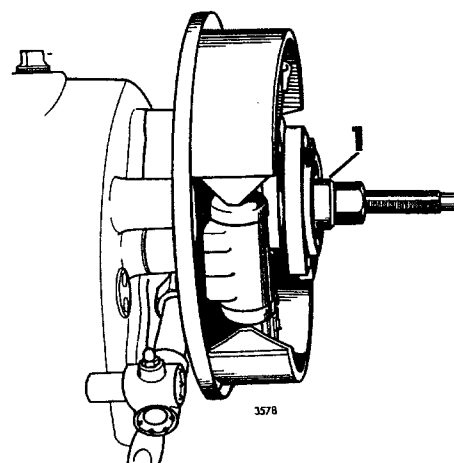

Fig 08-14. Montering av medbringare
11. Pressa fast medbringarna, se fig 08-14. Sätt på brickor og muttrar. Dra muttrarna 140 Nm (100 lb. ft.). Lås muttrarna.
9. Montera medbringaren, se fig 08-14. Sätt på brickan och muttern. Dra muttern 140 Nm (100 lb. ft.). Lås muttern.